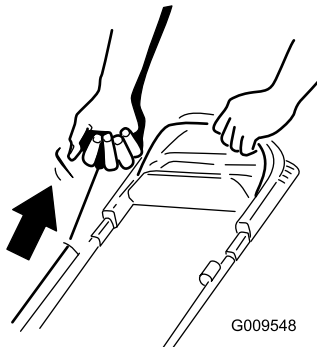

**Figura 17**
1. Sujete la barra de control de las cuchillas contra el manillar (Figura 17).